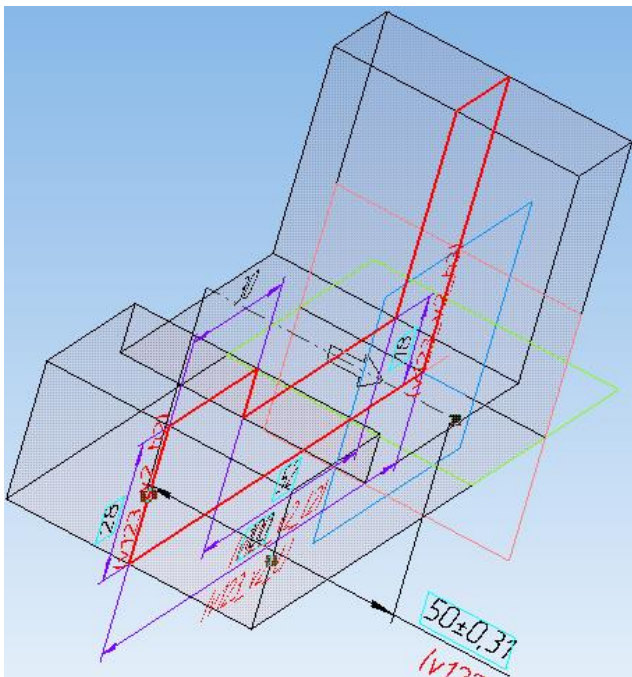

Рисунок 3.2 – Профиль 1
- 4) Примените к полученному эскизу операцию выдавливания с параметром средняя плоскость на величину 50 мм (рисунок 3.2).